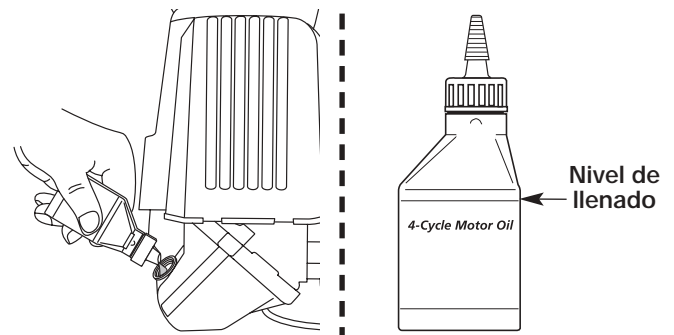

Fig. 19
**NOTA:** Use la botella y la boquilla que guardó del uso inicial para medir la cantidad correcta. El nivel de 100 ml (3,4 onzas) está aproximadamente en la parte superior de la etiqueta de la botella (Fig. 19). Mida el nivel con la varilla de medición. Si el nivel está bajo, agregue una pequeña cantidad de aceite y vuelva a medir (Fig. 19). No lo llene demasiado.